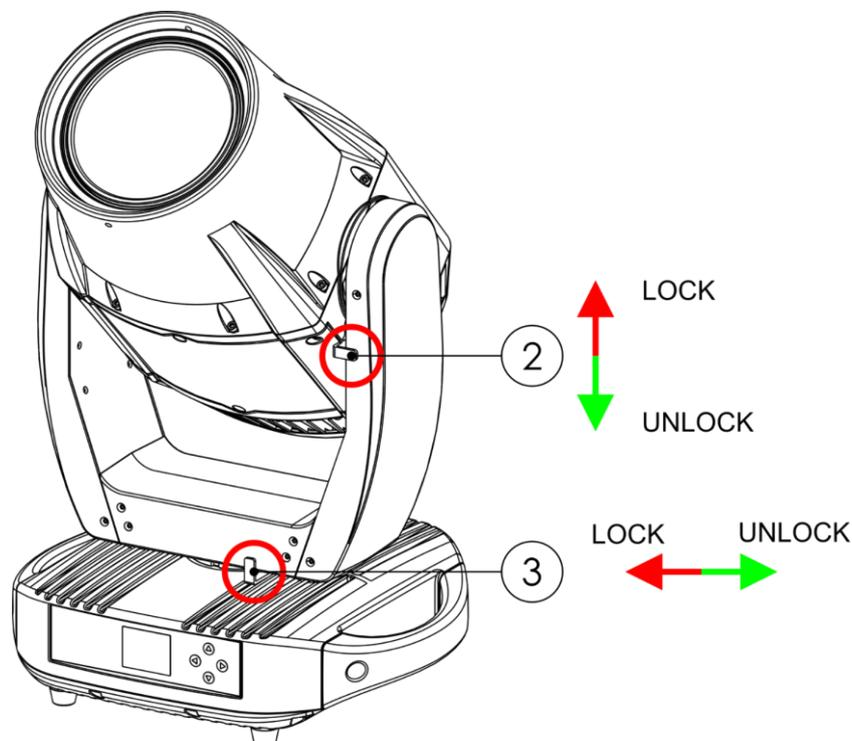

Abb. 06
- Schieben Sie die **Tilt-Feststellung (02)** nach oben, um die senkrechte Bewegung (**Tilt**) des Scheinwerfers zu verhindern. Schieben Sie sie nach unten, um die Bewegung zu ermöglichen (siehe Abb. 06).
- Schieben Sie die **Pan-Feststellung (03)** nach links, um die horizontale Bewegung (**Pan**) des Scheinwerfers zu verhindern. Schieben Sie sie nach rechts, um die Bewegung zu ermöglichen (siehe Abb. 06).